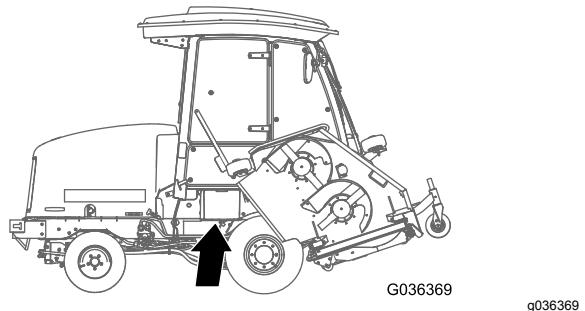

Figura 81
1. Abra la tapa de la batería, situada en el lado de la cubierta (Figura 81).
**Nota:** Presione hacia abajo sobre la superficie plana situada encima de la tapa de la batería para facilitar la apertura de la tapa (Figura 81).